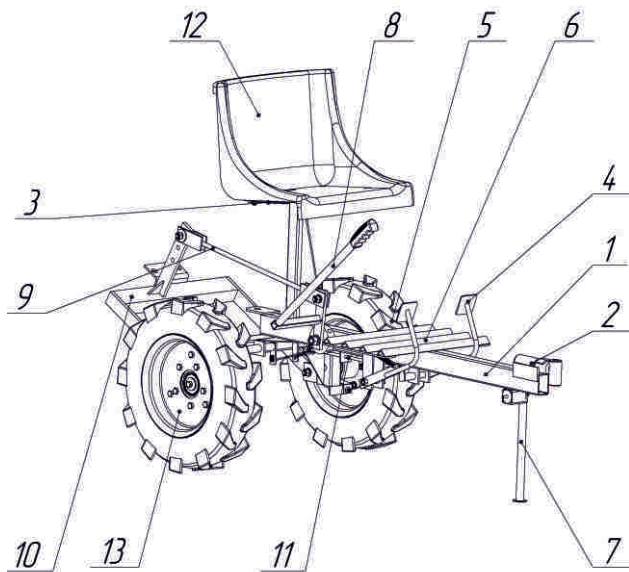

Рис. 1 Пахотный модуль в сборе
- 5.1. Модуль состоит из следующих основных частей (рис. 1):